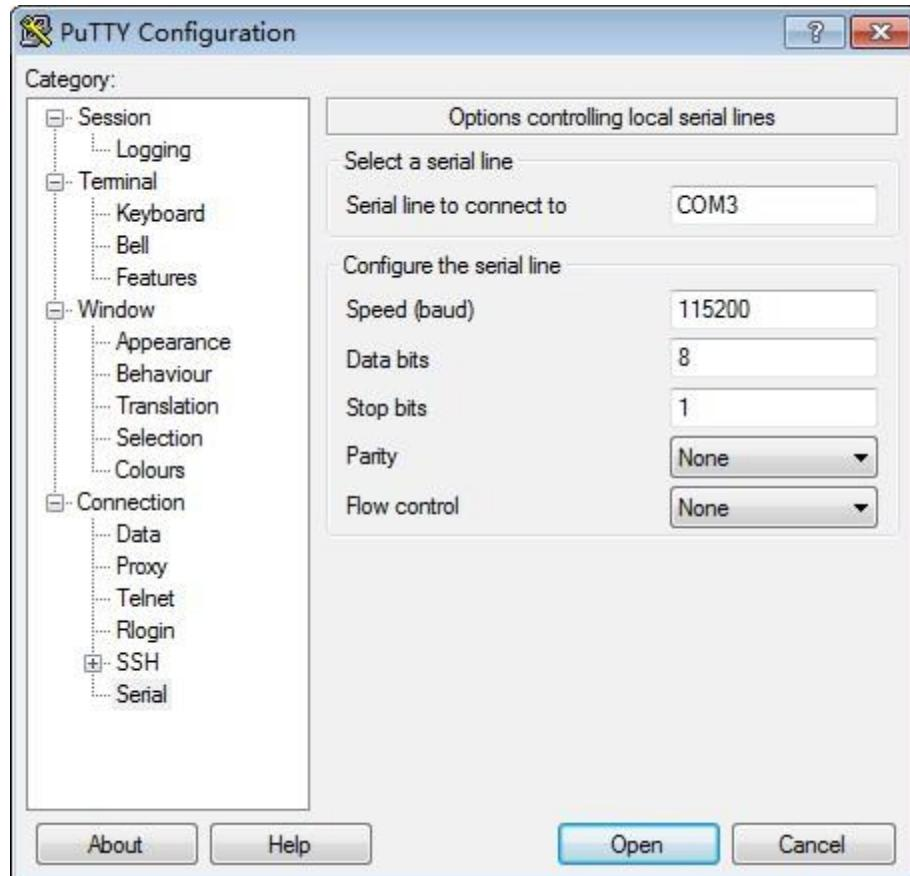
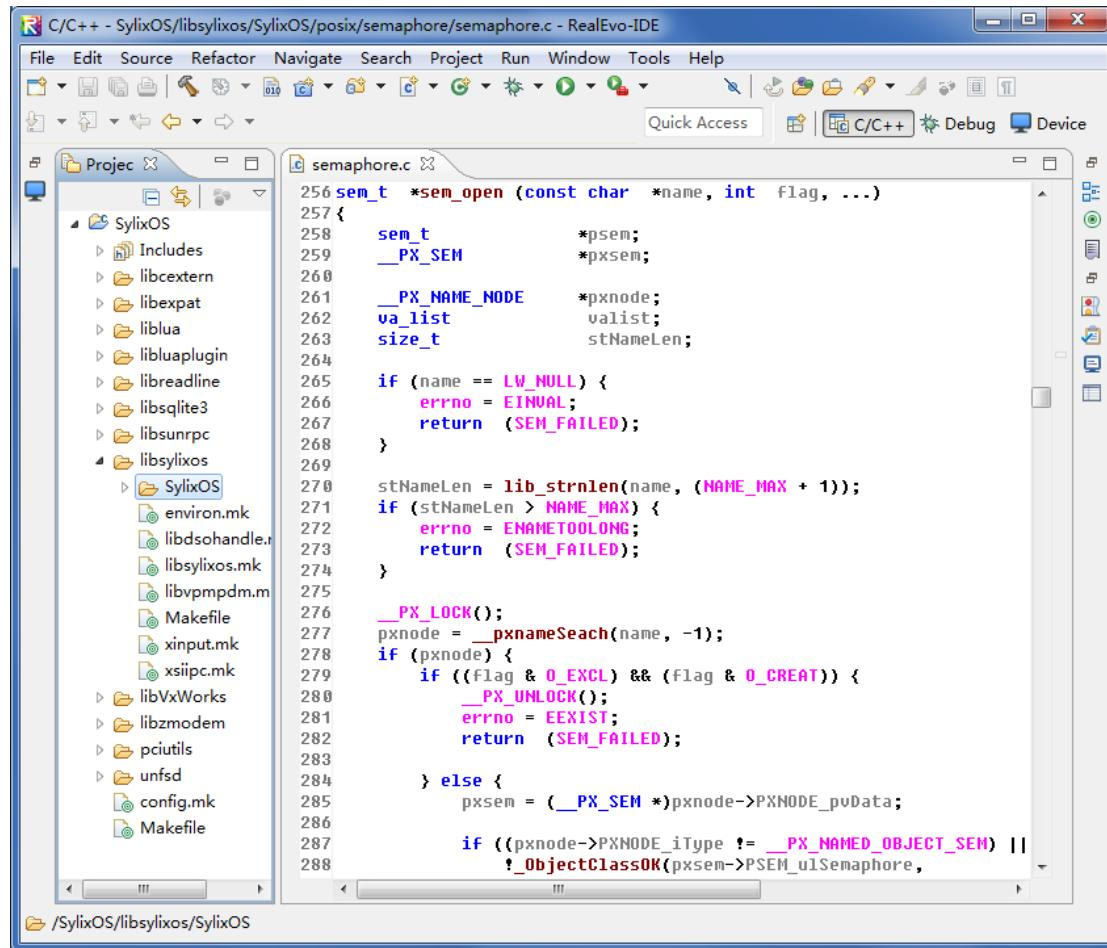

图 2.10 PuTTY 串口通信参数配置界面
图 3.2 RealEvo-IDE 主界面
- 在左侧“Category”栏里面选择“Serial”，切换到“PuTTY Configuration”配置界面，如图 2.10 所示，串口号需要根据本机情况填写，其他参数参考图 3.2 设置即可；
选择 Workspace 所在文件夹,如果新建 Workspace,则选择一个空文件夹,点击“OK”进入 RealEvo-IDE 主界面。RealEvo-IDE 主界面沿用了 eclipse 的界面风格,加入了 SylinxOS 元素,并在字体、图标等方面做了美化,如图 3.2。